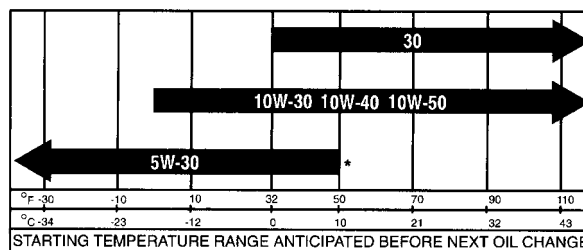

Figura 22
3. Il motore funziona con olio detergente di alta qualità 10W30, "service classification" CF o superiore dell'American Petroleum Institute API. Scegliete la viscosità opportuna consultando la tabella alla Figura 22.